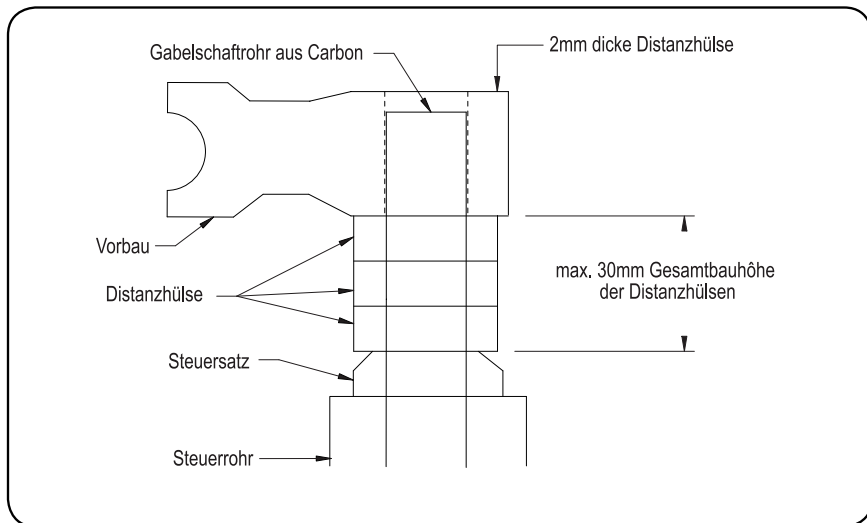

Abb. 1
- Montieren Sie eine 2mm dicke Distanzhülse oben auf dem Vorbau, um den Steuersatz korrekt einstellen zu können. Beim Einbau von Distanzhülsen darf die maximale Bauhöhe von 30mm nicht überschritten werden (**Abb. 1**).